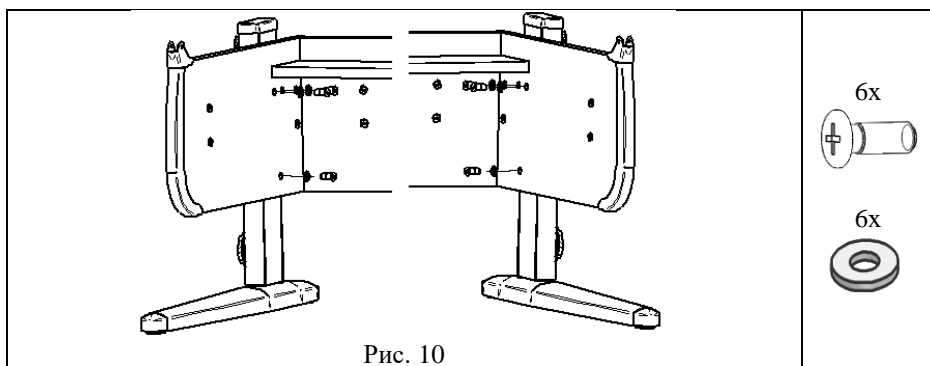

Рис. 10
5.3.3 На винт (поз.7, пакет № 75А) надеть шайбу (поз.9, пакет № 75А), ввернуть и затянуть винт с шайбой в стойки левую и правую согласно рис. 10.